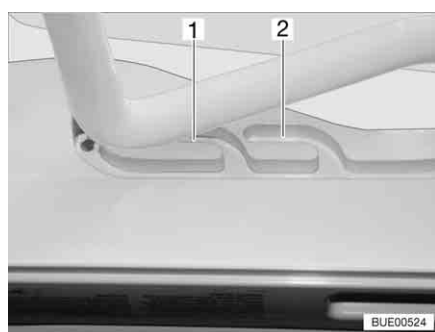
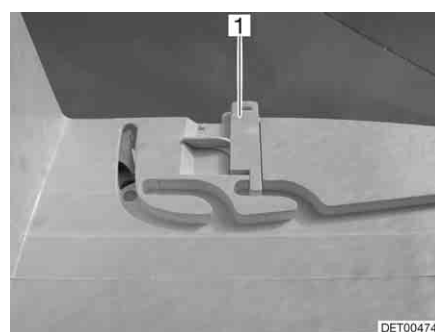

Bild 89 Heki-takluckan i ventilationsläge
Bild 90 Lås ventilationsläge
Heki-takluckan kan ställas i två ventilationslägen: Läget för dåligt väder (Bild 89,1) och mittläget (Bild 89,2). Beroende på modell kan takluckan låsas i mittläget med de båda spärrarna (Bild 90,1) till höger och vänster om ramen till takluckan.
- Tryck bygeln lätt uppåt och skjut in den i det valda spåret (Bild 89,1 eller 2) och lås eventuellt.